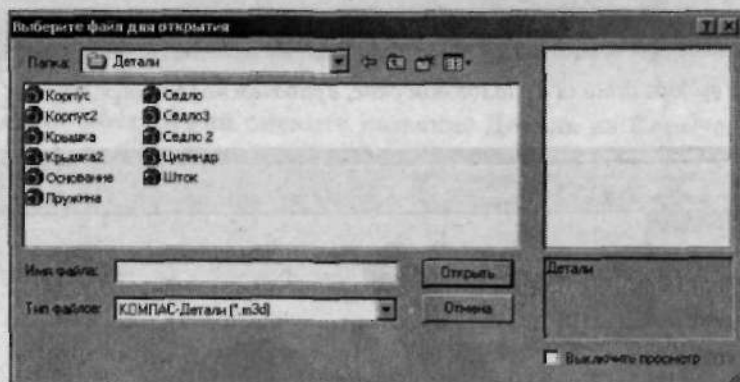

Рис. 3.1. Выберите папку, в которой располагаются детали
1. На инструментальной панели **Редактирование сборки** щелкните по кнопке (Добавить деталь). Откроется диалоговое окно, в нем выберите папку, в которой находятся детали (рис. 3.1).